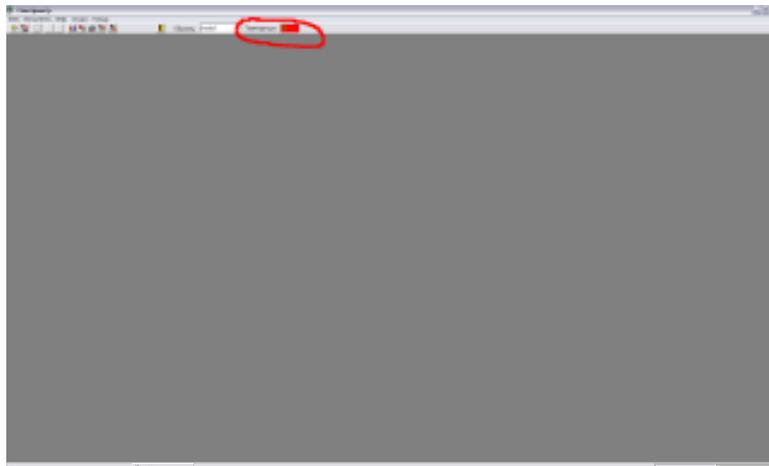

Рис. 9 Поле «Температура» в главном окне программы.
- 7.14 Проконтролировать информационное поле «Температура» (Рис. 9). Если цвет поля красный – не функционирует цифровой термометр. Убедитесь, что драйверы сети «1-Wire» установлены правильно и функционируют нормально (Устройство 1-Wire» должно присутствовать в списке